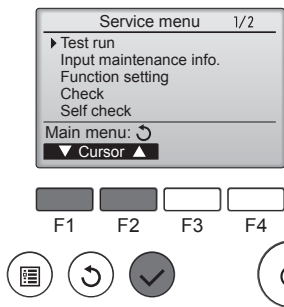

Fig. 6-3
- ③ С помощью кнопки [F1] или [F2] выберите пункт "Test run" (Тестовый прогон) и нажмите кнопку [✓]. (Fig. 6-3)